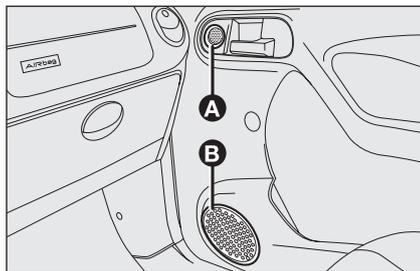

fig. 97
- deux haut-parleurs tweeter **A-fig. 97** et deux woofer **B** de 40 W maxi chacun sur les portes avant;